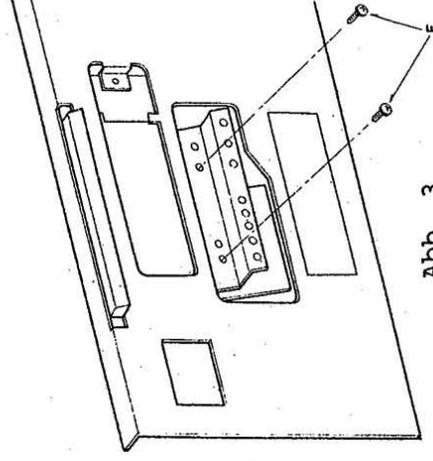

Abb. 3
9) Entfernen Sie zwei Befestigungsschrauben (in Abb. 3 mit F gekennzeichnet) und nehmen Sie die LED-Einheit von der Vorderchassis heraus.